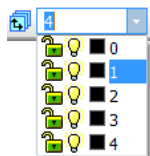

Рис. 39
**Состояние видов**  и установить положение 1 (см. рис. 39).